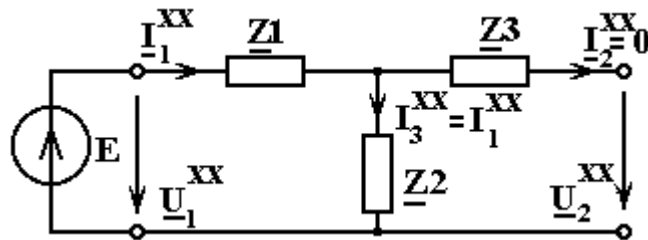

Рис.5.16
2.1. Схема четырехполюсника в режиме холостого хода (рис.5.16)